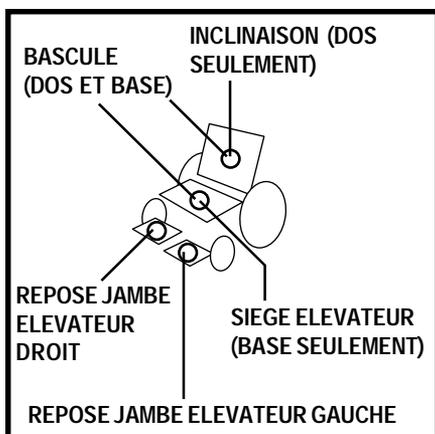

Figure 6. Sélection actionneurs
Le contrôleur VR2 peut commander deux actionneurs via le bouton MODE et la manette. L'actionneur sélectionné est identifié par un voyant lumineux. Voir la figure 6.
3. Poussez la manette vers la droite pour choisir un actionneur. Les voyants indiqueront quel actionneur est sélectionné voir la figure 6.